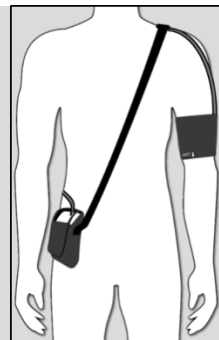

Fig. 1: Mobil-O-Graph®
- Procure colocar bien la correa para el hombro/para la cintura y el tubo del brazalete, véase la fig. 1.
- La conexión del tubo del brazalete debe mirar hacia arriba, véase la fig. 1.